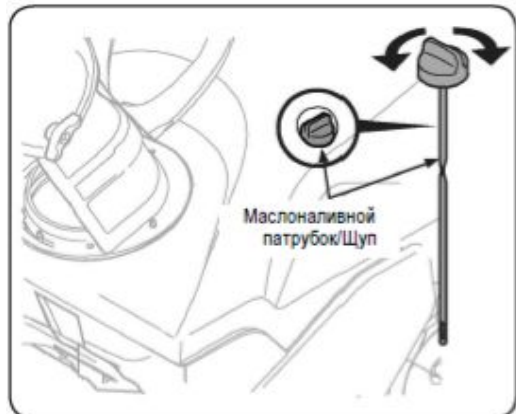

Рис. 7
2. Отверните крышку и извлеките масляный щуп. Начисто протрите его. См. Рис. 7.